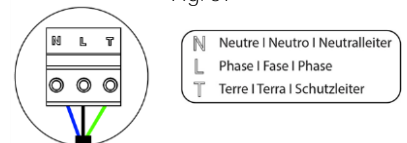

Fig. 38
①. Fissare i cavi con le viti del morsetto rispettando la sua polarità (Fig. 38).